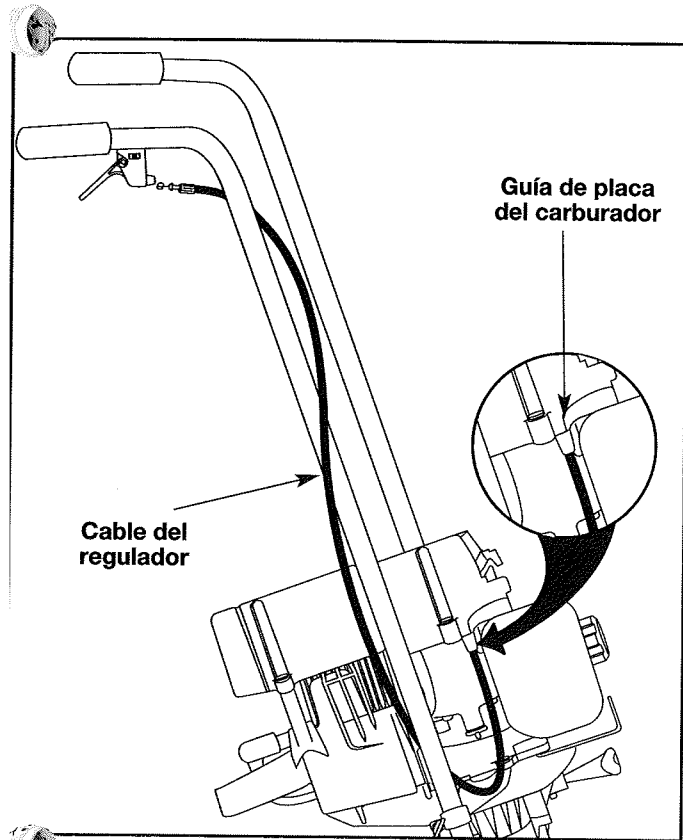

Fig. 8
1. Envuelva el cable del regulador una vez alrededor del manubrio (Fig. 8).
**NOTA:** Verifique que el cable del regulador calce en la guía de placa del carburador en el motor. De no ser así, el regulador no funcionará correctamente (Fig. 8).